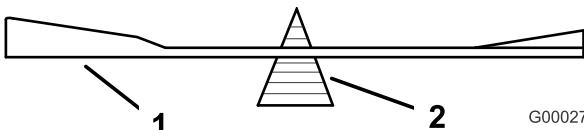
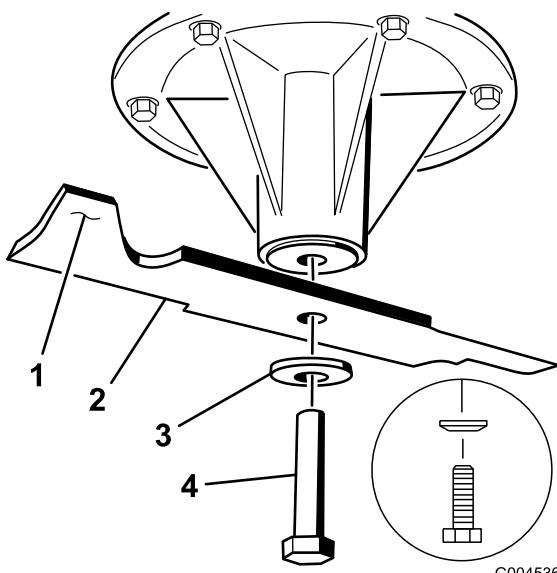

Figure 94
Figure 95
2. Vérifiez l'équilibre de la lame en la plaçant sur un équilibrEUR (Figure 94). Si la lame reste horizontale, elle est équilibrée et peut être utilisée. Si la lame est déséquilibrée, limez un peu l'extrémité de la partie relevée seulement (Figure 95). Répétez la procédure jusqu'à ce que la lame soit équilibrée.
1. Placez la lame sur l'axe (Figure 95).
2. Installez la rondelle élastique et le boulon de la lame. Le cône de la rondelle élastique doit être dirigé vers la tête du boulon (Figure 95). Serrez les boulons des lames à un couple de 115 à 150 Nm.